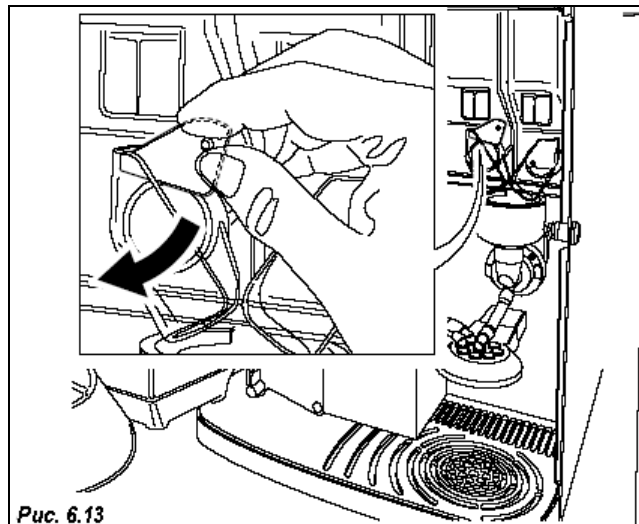

Рис. 6.13
*В целях безопасности после установки частей на место проведите цикл автоматической очистки, чтобы устранить возможные остаточные загрязнения (Рис. 6.13).*